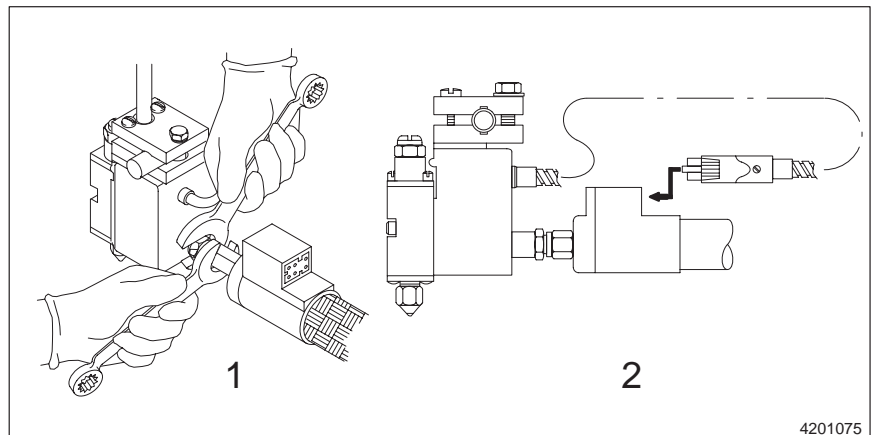

Fig. 3-6 Raccordement du pistolet au tuyau
2. Consulter la figure 3-6. Utiliser deux clés à fourche (1) (consulter le tableau 3-1) pour fixer le tuyau au pistolet. Placer une clé sur le raccord du pistolet et l'autre sur le raccord du tuyau.
3. Enficher le cordon d'alimentation du pistolet dans la prise du tuyau (2).